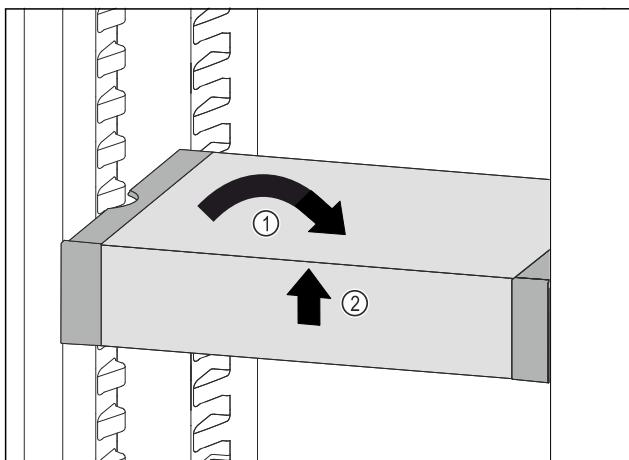

Fig. 89
- VarioSafe postavte rovno. Fig. 89 (1)
- VarioSafe nadvihnite vpred. Fig. 89 (2)